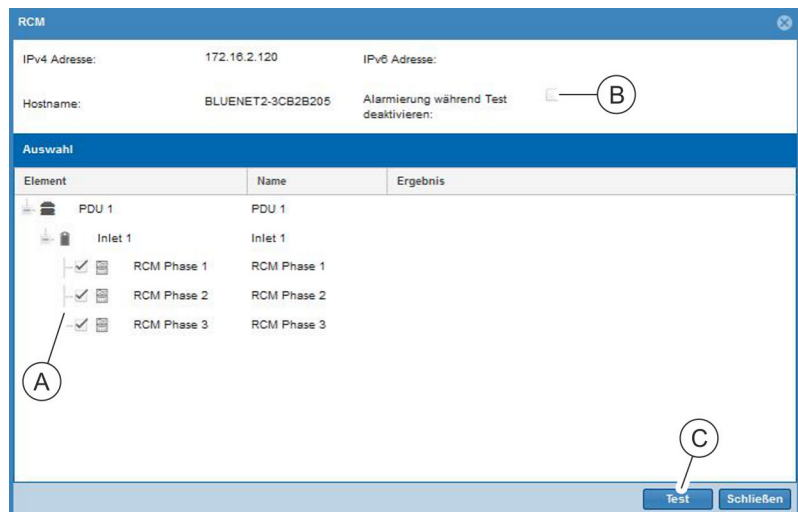

Abb. 147: Fenster "RCM"
4. ➤ RCM auswählen, die geprüft werden soll (Abb. 147/A).
5. ➤ Bei Bedarf die Checkbox „Alarmierung während Test deaktivieren“ (Abb. 147/B) anklicken, um das Auslösen von Signalketten während des Tests zu deaktivieren.
6. ➤ Im Fenster "RCM" die Schaltfläche „Test“ (Abb. 147/C) anklicken.